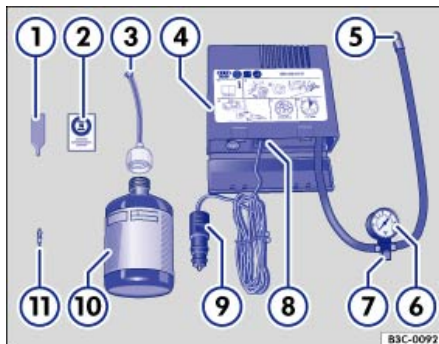

Fig. 278 Representación esquemática del contenido del kit reparapinchazos.
El kit reparapinchazos pueden ir alojado en diferentes lugares dentro del vehículo como, p. ej., en el maletero debajo del piso variable o en el portaobjetos lateral. Se compone de los siguientes elementos ⇒ fig. 278:
12. Pegue el adhesivo ⇒ fig. 278 ② del kit reparapinchazos en el tablero de instrumentos dentro del campo de visión del conductor.
- Desenrosque el obús de la válvula con el desmontaobuses ⇒ fig. 278 ① y deposítelo sobre una superficie limpia.
- Agite enérgicamente la botella de sellante ⇒ fig. 278 ⑩ unas cuantas veces.
- Enrosque fuertemente el tubo de llenado ⇒ fig. 278 ③ en la botella de sellante en el sentido de las agujas del reloj. El precinto de la boca de la botella se perfora automáticamente.
- Retire el tapón del tubo de llenado ⇒ fig. 278 ③ e introduzca el extremo abierto en la válvula del neumático por completo.
- Enrosque nuevamente el obús en la válvula con ayuda del desmontaobuses ⇒ fig. 278 ①. ▶
- Enrosque bien el tubo de inflado ⇒ **fig. 278 ⑤** del compresor de aire en la válvula del neumático.
- Compruebe que el tornillo de purga de aire ⇒ **fig. 278 ⑦** esté enroscado.
- Enchufe el conector ⇒ **fig. 278 ⑨** en una toma de corriente de 12 voltios del vehículo ⇒ página 258.
- Encienda el compresor de aire con el conmutador ON/OFF ⇒ **fig. 278 ⑧**.
- Deje en marcha el compresor hasta alcanzar una presión de 2,0 a 2,5 bares (29-36 psi/200-250 kPa) ⇒ **⚠. No lo deje funcionar más de 8 minutos** ⇒ **①**.
Vuelva a enroscar el tubo de inflado ⇒ **fig. 278 ⑤** y compruebe la presión de inflado del neumático en el indicador **⑥**.